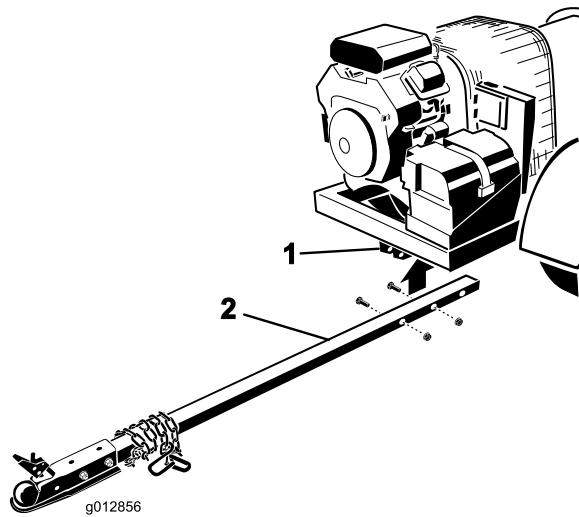

Figure 9
2. Insérez le tube d'attelage dans les supports du châssis (Figure 9). Fixez le tube au châssis avec 2 boulons (3/8 x 3") et écrous à embase (3/8 pouce).